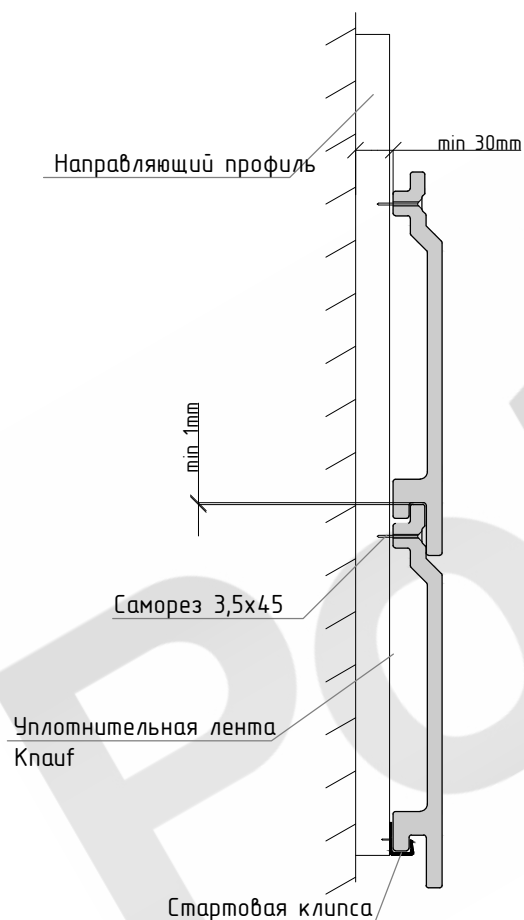
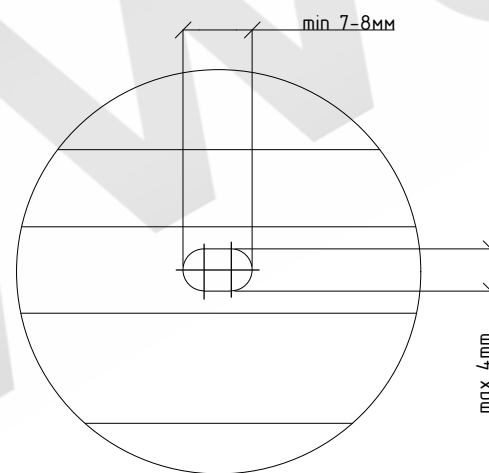
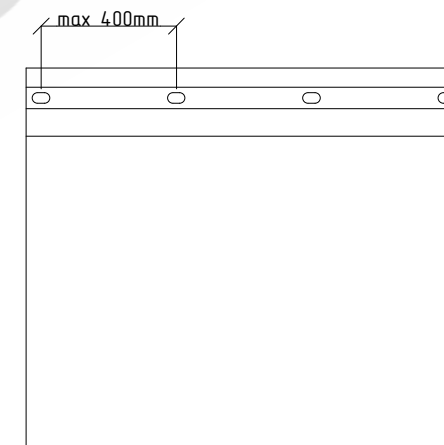

Рис. 3 Сборка сайдинга.
Рис. 4 Крепежные отверстия
Рис. 5 Крепежные отверстия
- Допускается устанавливать только монтажные профили обеспечивающие зазор не менее 30 мм между стеной и панелью сайдинга. (Рис.3)
- Монтаж сайдинга начинается снизу, установкой стартовых клипс. (Рис.3)
- После установки стартовых клипс требуется выравнивание первой панели по уровню, после этого окончательное крепление панели к направляющим (Рис.3) с помощью саморезов в специально подготовленные эллипсовидные отверстия. (Рис. 4, Рис. 5) Жесткое крепление фасадных панелей запрещено!
- Каждая следующая панель устанавливается на предыдущую и крепится саморезами к направляющим через заранее подготовленные отверстия. (Рис.4, Рис.5)
- Требуется оставлять зазор в вертикальном направлении между досками min 1mm. (Рис.3)